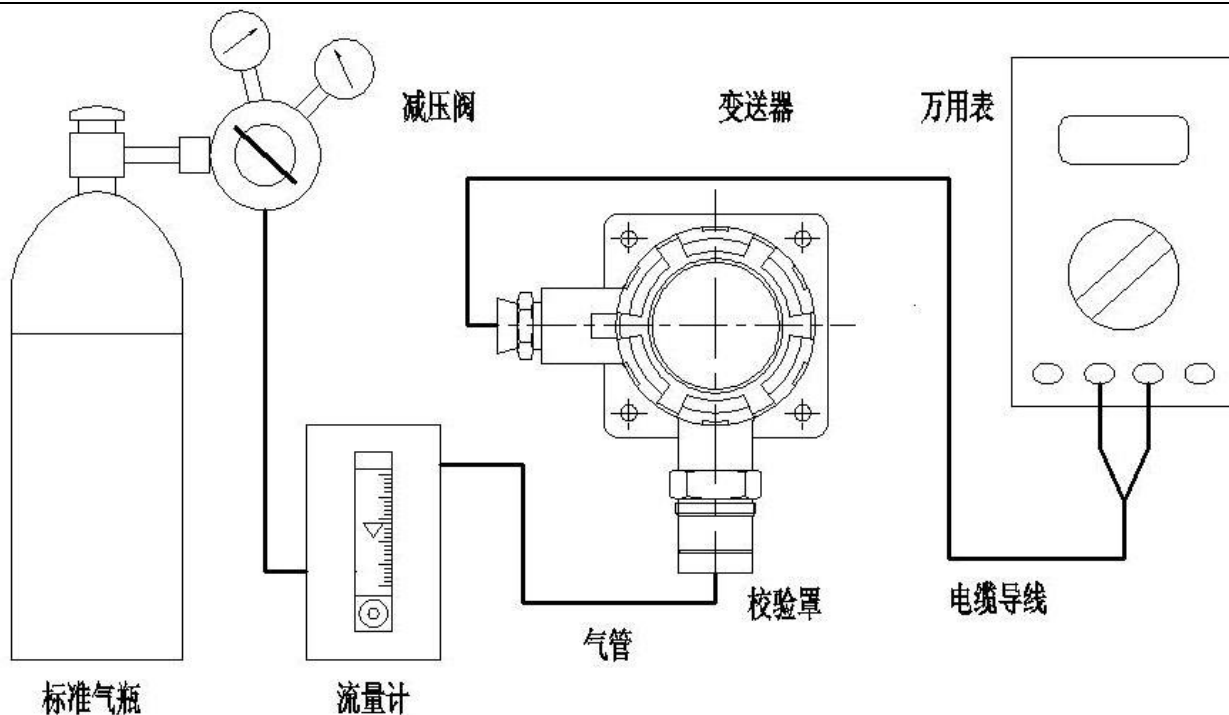

图 4 变送器标定示意图
**操作方法:** 给变送器通入标准气体 (如: 50PPM), 待显示稳定后, 按下校准键 2 秒以上, 此时 LCD 背光灯会灭一下, 则调零完成, 并退出设定状态。并进入下正常测量功能, 此时标定完成。图 4 为变送器标定示意图, 操作方法如下: